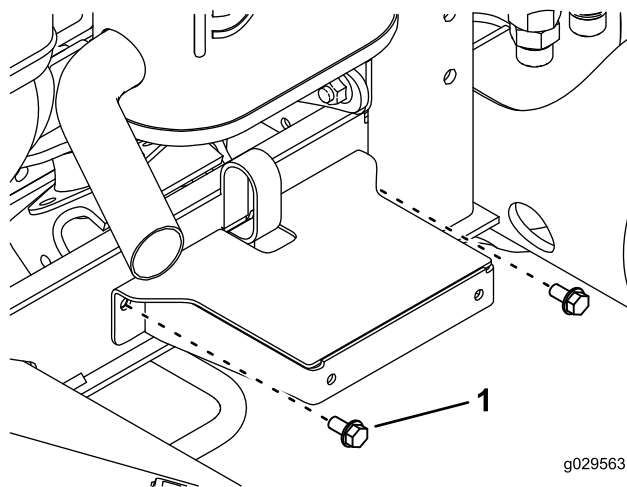

図 36
12. 新しく開けた穴を使って、フェンダのマウントをフレームのチャンネル材に固定する タップねじ 5/16 x 5/8" 2本を使用する 図 36。